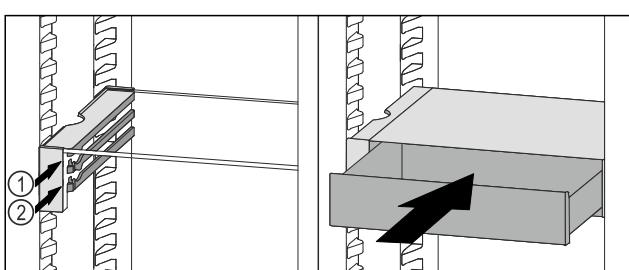

Fig. 140
► Встановити висувний ящик VarioSafe за стопорами на потрібне ребро Fig. 140 (1) або Fig. 140 (2).